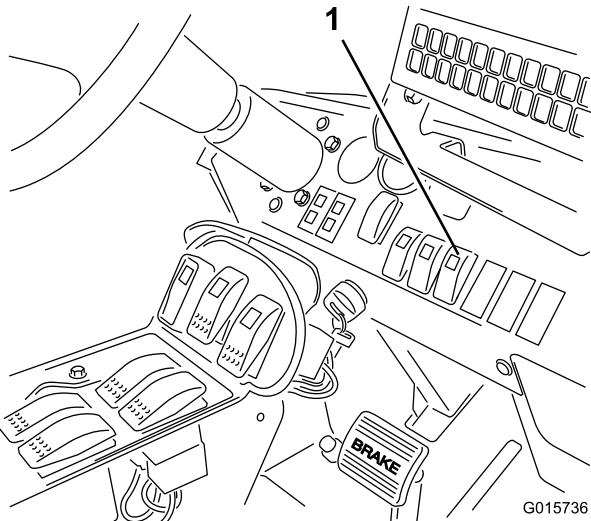

Figura 20
4. Ponga el interruptor del Sonic Boom del salpicadero en la posición de Auto (Figura 20).